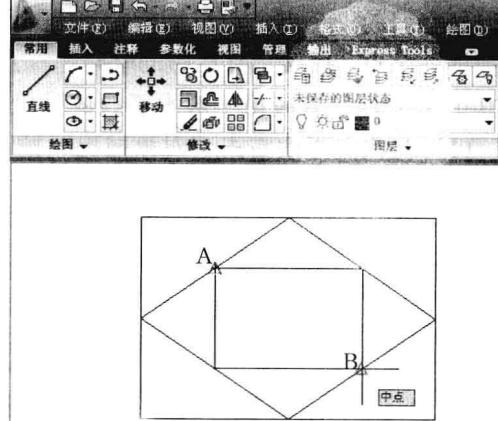

图 2-4-8
(9) 单击“常用”选项卡，在绘图面板中单击“矩形”按钮 \square ，按住 Shift 键并单击鼠标右键，将显示临时对象捕捉菜单，如图 2-4-8 所示，选择“中点”后，捕捉并单击直线的中点 A，当捕捉并单击一次中点之后，将无法再捕捉中点。再一次按住 Shift 键并单击鼠标右键，将显示临时对象捕捉菜单，选择“中点”后，捕捉并单击直线的中点 B，绘制矩形。